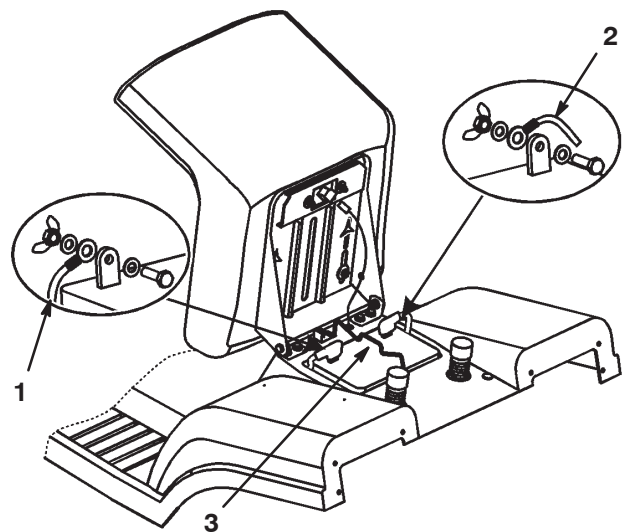

Figure 24
7. Débranchez le câble négatif (noir) de mise à la masse de la borne de la batterie (Fig. 24).
9. Débranchez le câble positif (rouge) de la borne de la batterie (Fig. 24).
10. Enlevez la tige de maintien de la batterie (Fig. 24).
1. Placez la batterie sur le châssis, en dirigeant les bornes vers l'avant de la machine (Fig. 24).
2. Fixez la batterie au châssis à l'aide de la tige de retenue (Fig. 24).
3. Connectez le câble positif (rouge) à la borne positive (+) de la batterie à l'aide du boulon et de l'écrou papillon (Fig. 24). Glissez le capuchon en caoutchouc sur la borne de la batterie.
4. Connectez le câble négatif (noir) à la borne négative (–) de la batterie à l'aide du boulon et de l'écrou papillon (Fig. 24). Glissez le capuchon en caoutchouc sur la borne de la batterie.